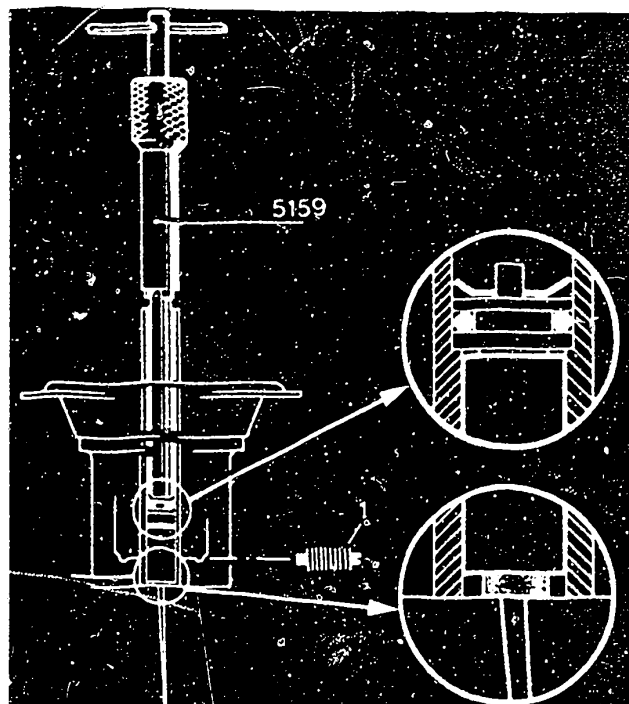

Bild 17 Aus- und Einbau der Düsennadel am Zenith-Stromberg-Vergaser.
Die **Düsennadel** lässt sich mit dem Werkzeug 5159 austauschen (Bild 17), nachdem die Stellschraube herausgedreht wurde. Beim Einbau ist darauf zu achten, dass der Führungsschlitz im Nadelhalter mit der Führungsschraube fluchtet.
g) **Leerlaufdrehzahl** und **CO** sind bei einer Vergasertemperatur von 15...25°C einzustellen. Innerhalb 8min nach dem Öffnen des Kühlmittelthermostaten muss die CO-Einstellung erfolgen. Um Fehler möglichst auszuschliessen, ist der Motor vor der Messung während ca. 1min 2500...3000/min laufen zu lassen. Das Pulsair-System muss, wo vorhanden, ausser Funktion gesetzt werden. Die Leerlaufdrehzahl wird mit Schraube A (Bild 21) auf 900/min eingestellt. Das CO lässt sich bis ca. 1Vol-% an der Gemischregulierschraube verstellen. Bei grösseren Abweichungen ist eine Verstellung der Düsennadel mit dem Werkzeug 5159 vorzunehmen (siehe Bild 17).